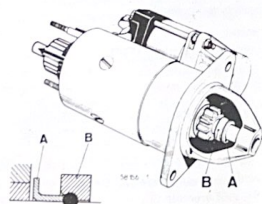

Fig. 9.8. Motor de arranque visto desde delante.
Retirar hacia la parte delantera la arandela (A) (fig. 9.8) y hacia la parte trasera el anillo (B) que cubre el clip de tope.
El rearmado se efectúa en orden inverso al desarmado, teniendo la precaución de que el arillo (B) de la Fig. 9.8 quede perfectamente introducido encima del clip. (Hacemos notar que entra muy fuerte)